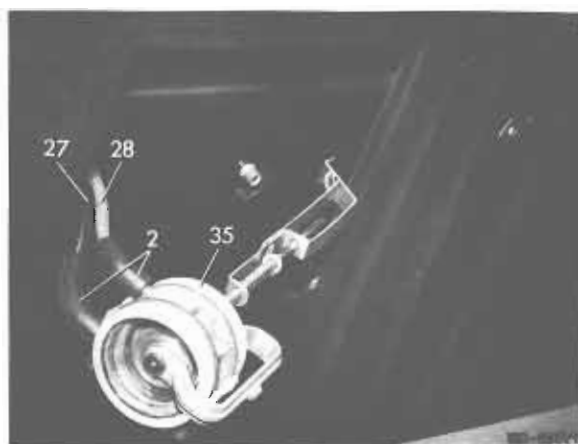

Bild 25
53 Unterdruckleitungen (27 und 28) mit zwei 90 mm langen Verbindungsstücken (2) nach Bild 25 am Unterdruckelement (35) anschließen.